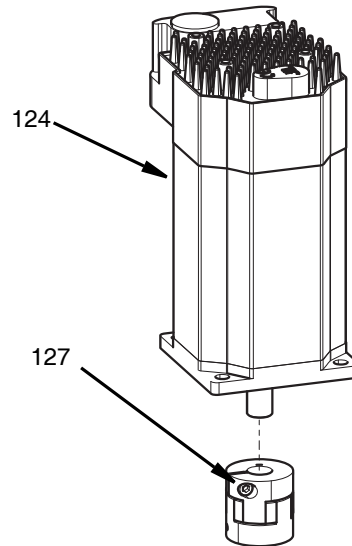

ABB. 36
8. Drehkupplung (127) von der Motorausgangswelle abnehmen. Siehe ABB. 36.